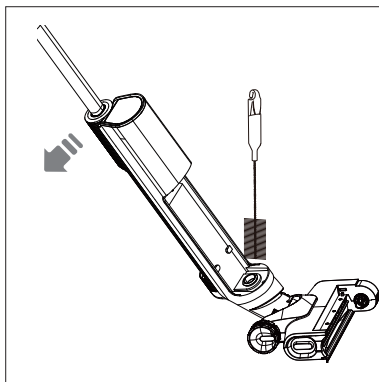

Abb. 19 – Leitung reinigen
- ▶ Reinigen Sie die Schmutzwasserleitung zum Reinigungsfuß mit der mitgelieferten Reinigungsbürste (**siehe Abb. 19**).